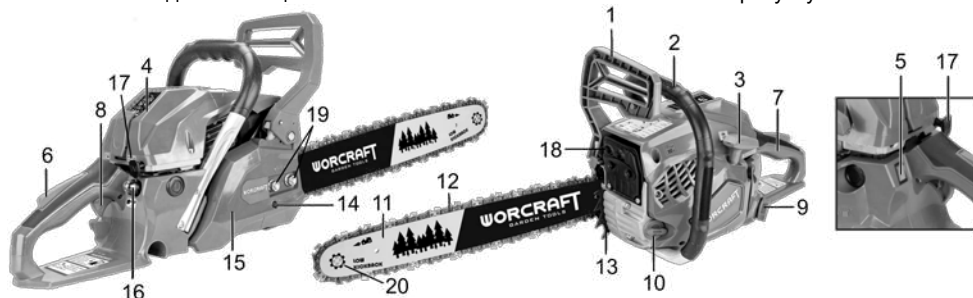
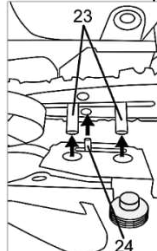

Рисунок 1
Рисунок 4
- Потягніть рукоятку гальма (1, рисунок 1) в бік передньої рукоятки (2, рисунок 1), щоб переконавшись, що гальмо ланцюга вимкнено.
- Відгвинтіть гайки (19, рисунок 1), що кріплять кришку зчеплення (15, рисунок 1), та зніміть її.
- Відрегулюйте гвинт натягу ланцюга (14, рисунок 1) на боковій частині кришки зчеплення таким чином, щоб штифт натягу ланцюга (24, рисунок 4) сумістився з відповідним отвором напрямної шини. При цьому отвори на кришці зчеплення повинні збігатися з напрямними гвинтами (23, рисунок 4).
- Вставте штифт механізму натягу ланцюга (24, рисунок 4) в спеціальний отвір на напрямній шині та одягніть кришку зчеплення. Вручну нагвинтіть гайки фіксації кришки зчеплення (19, рисунок 1).
- Обертаючи гвинт натягу ланцюга (14, рисунок 1) за годинниковою стрілкою, натягніть ланцюг до тих пір, поки він не буде щільно прилягати до нижньої сторони напрямної шини. Перевірте натяг, потягнувши ланцюг вгору.
При кожній заправці паливом обов'язково перевіряйте та доливайте оливу для змащування ланцюга. Горловина масляного бака (10, рисунок 1) для заправлення оливою для ланцюга позначена відповідним зображенням. Рекомендовано використовувати тільки спеціальну оливу для ланцюгів. Олива для ланцюгів значно знижує тертя та нагрів ланцюга і напрямної шини, полегшує їх очищення від стружки та пилу, надійно захищає від корозії та придатна до всесезонного використання.
- Перевірте, щоб гальмо ланцюга (1, рисунок 1) правильно функціонувало (увімкнене – важіль захисного пристрою (1) переведений уперед (убік пиляльної гарнітури), вимкнено – важіль переведений назад (убік рукоятки)).
- Вимикач запалювання (5, рисунок 1) переведіть в положення «Увімкнено» («I», «ON»).
- Витягніть ручку повітряної заслінки карбюратора (17, рисунок 1).
- Декілька разів натисніть на праймер (паливний насос 16, рисунок 1), доки він частково не заповниться паливом. Праймер, заповнений паливом більше половини, свідчить, що до карбюратора надійшло паливо.
- Візьміться за передню рукоятку бензопили (2, рисунок 1) лівою рукою. Поставте бензопилу на землю, наступивши правою ногою на нижній бік задньої рукоятки (7, рисунок 1). Повільно потягніть шнур стартера рукояткою (3, рисунок 1), поки храповик не увійде в зачеплення, після цього швидко і різко смикніть його.
- Натисніть на ручку повітряної заслінки (17, рисунок 1), посунувши її в сторону корпусу бензопили.
- Переведіть вимикач запалювання (5) в положення «Увімкнено» («I», «ON»).
- Витягніть ручку повітряної заслінки карбюратора (17) в проміжне положення (повітряна заслінка закрита наполовину).
- Візьміться за передню рукоятку бензопили (2) лівою рукою. Поставте бензопилу на землю, наступивши правою ногою на нижній бік задньої рукоятки (7, рисунок 1). Повільно потягніть шнур стартера рукояткою (3, рисунок 1), поки храповик не увійде в зачеплення, після цього швидко і різко смикніть його.